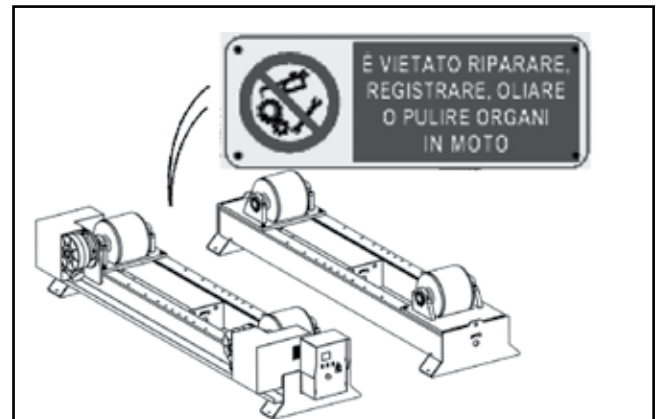

Abb. 14
14) Es ist verboten die Maschine während des Betriebes zu ölen, zu reinigen und einzustellen. (Abb. 14)